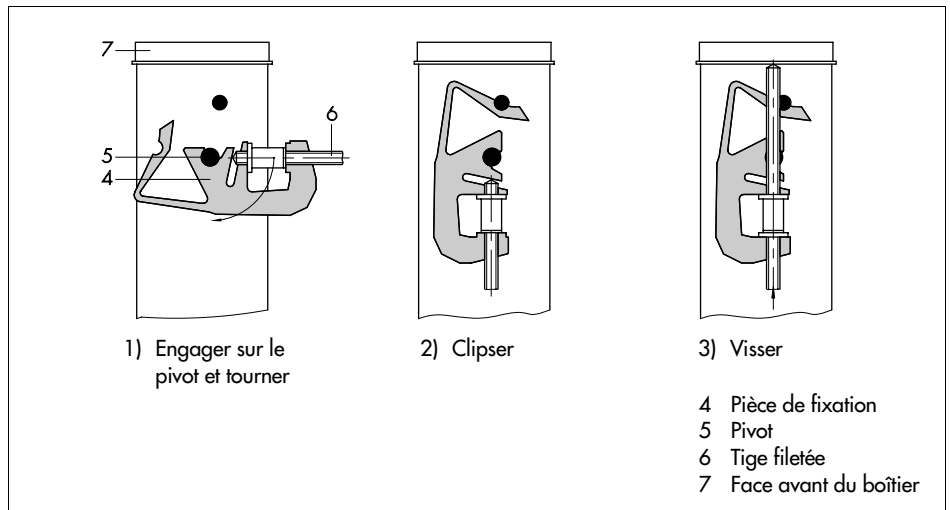

Fig. 2 · Montage (appareil encastré)
3. Placer les pièces de fixation (livrées avec l'appareil) au-dessus et en-dessous du boîtier, comme indiqué figure 2 (points 1 et 2).
4. Visser afin de plaquer le boîtier sur le tableau (figure 2, point 3).